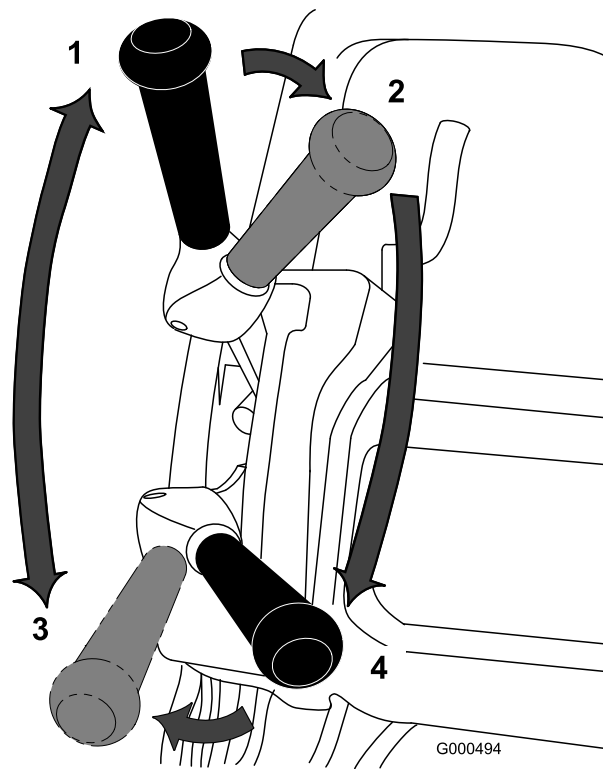

Рисунок 33
1. Включите машину, установите регулятор скорости в нулевое положение, нажмите вниз на рукоятку, чтобы поднять режущий блок, нажмите на механизм контроля присутствия оператора, переведите рычаг тяги в положение «Включено» (Рисунок 33) и плавно увеличьте скорость регулятором, чтобы переместить газонокосилку на край грина .
3. Отпустите рычаг тяги, затем переведите его влево и вперед, включив привод тяги и барабана (Рисунок 33).